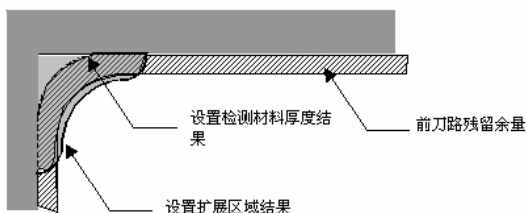

图 2-79 扩展区域结果
- **【扩展区域】**: 残留区域沿零件轮廓表面按该系数值大小进行扩展，该选项可与“检测材料厚度”选项联合使用，如图 2-79 所示。